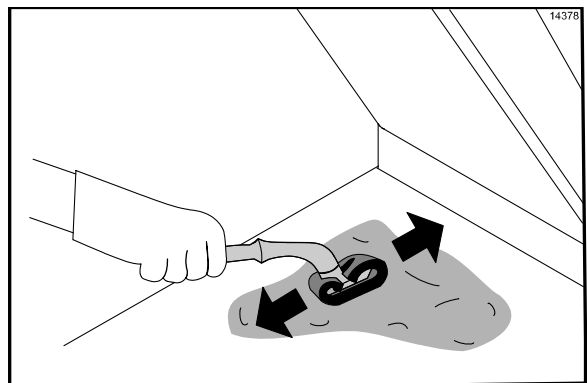

Figure 106
38. Répandre le nettoyant pour grill sur toute la surface inférieure du grill, depuis l'avant vers l'arrière, en mouvements réguliers. **Ne pas frotter en appliquant le produit** (Cf. Figure 106).